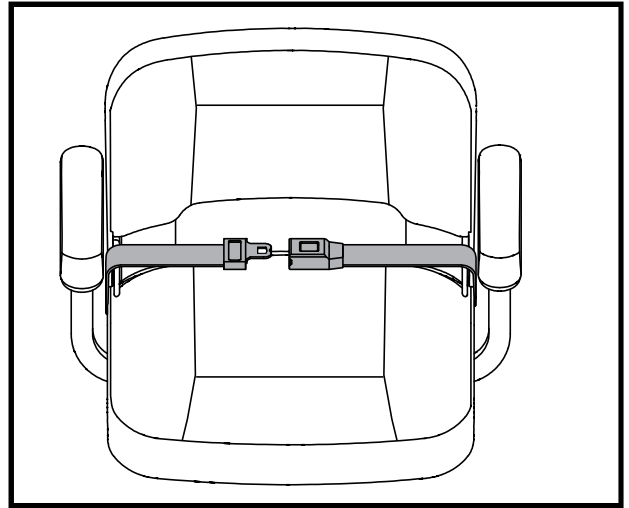

Figure 26. Ceinture de positionnement
1. Insérez l'onglet de la ceinture côté droit dans la boucle de ceinture côté gauche jusqu'à ce que vous entendiez le "clic". **Voir la figure 26.**